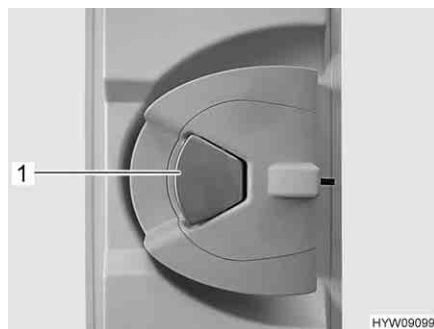

Fig. 17 Serratura della porta, lato interno
**Apertura:** ■ Tirare la maniglia della porta (Fig. 17,1).
**Bloccaggio:** ■ Premere la maniglia della porta (Fig. 17,1).